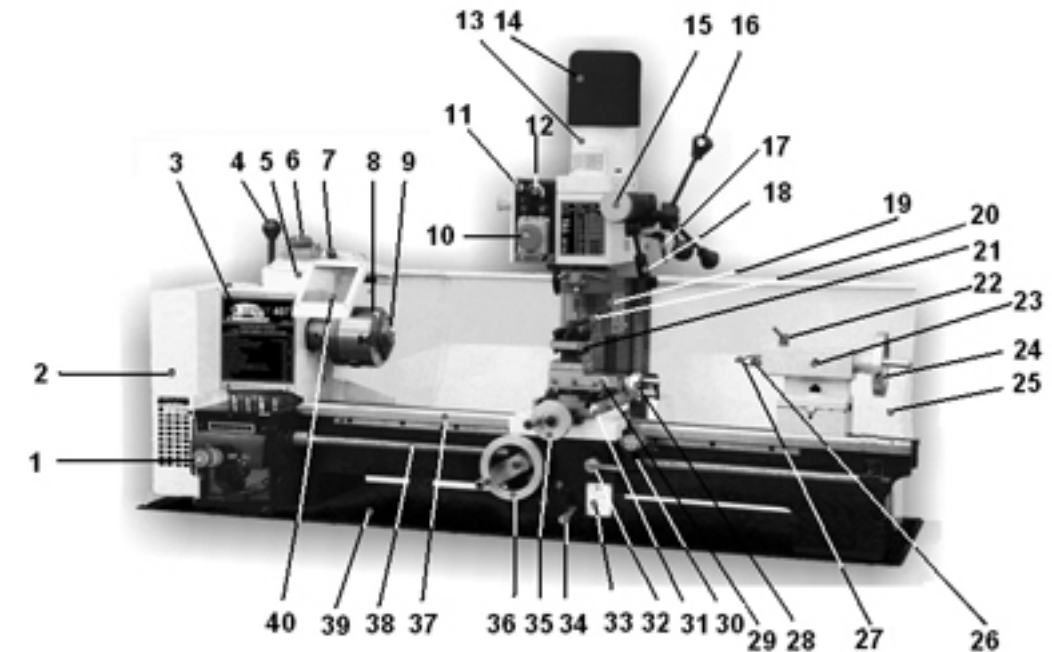

Рис.2
7.1. Станок состоит из следующих сборочных единиц и деталей (Рис.2)
8.4. Установите и закрепите пластиковую ручку (Е), Рис. 1, к маховику (35) подачи поперечного суппорта (31), Рис. 2.
8.6. В конус пиноли (26) задней бабки (23) вставьте центр Морзе №2 (27), Рис. 2.
8.7. Установите и закрепите ручку (Р), Рис. 1, на рычаг переключения скорости автоматической подачи (1), как показано на Рис. 2.
8.8. Установите и закрепите ручку (П), Рис. 1, на рычаге натяжения ремня (4), как показано на Рис. 2.
10.1. Подготовка к работе (Рис. 2)